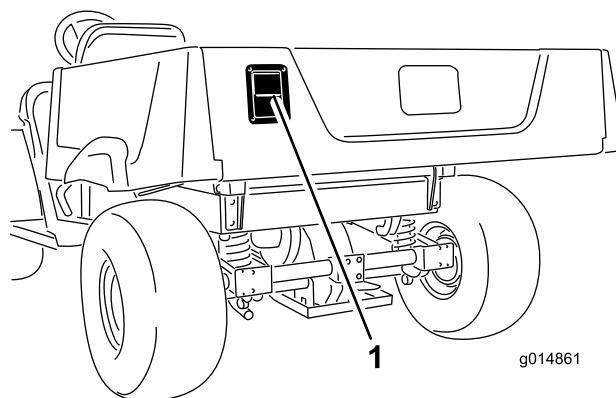

Рисунок 16
- Для открывания заднего откидного борта потяните наружу и поднимите защелку, затем медленно опустите задний откидной борт (Рисунок 16).